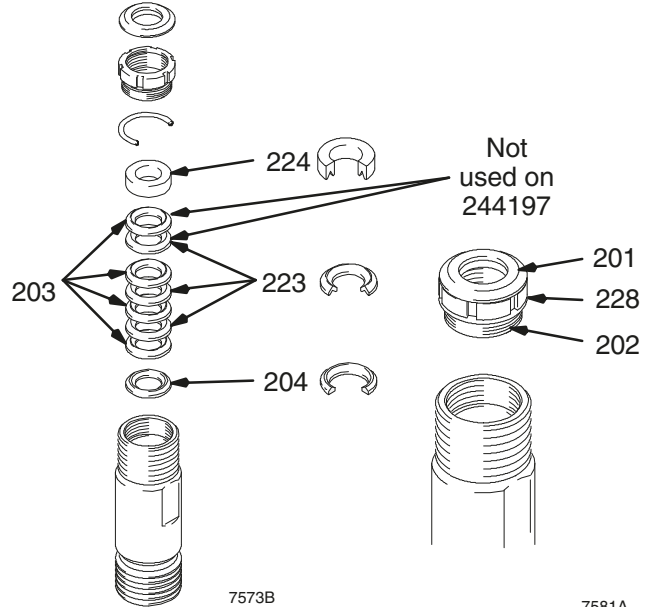

Fig. 11
Fig. 11. Dränk in alla lädertätningar i SAE 30W-olja under minst 1 timme före montering. Sätt på hanförskrivningen (204). Placera omväxlande UHMWPE- (203) och läder- (223) tätningar (notera inriktningen). Montera hanförskrivningen (224). Montera tätning (201), tätningmutter (202) och halsjusteringens distans (228).